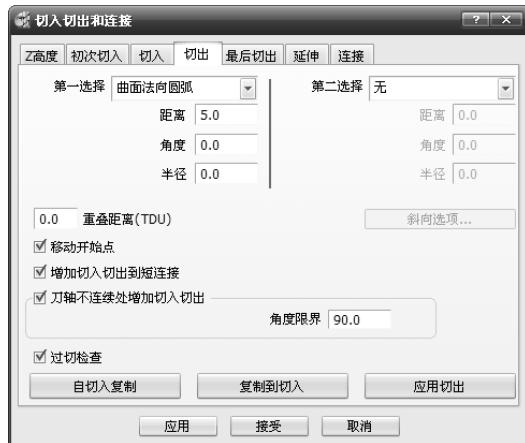

图 5-26 “切出”选项卡
2) 选择“切出”选项卡，选择“曲面法向圆弧”切出方式，设置相关参数，如图 5-26 所示。单击“应用切出”按钮。